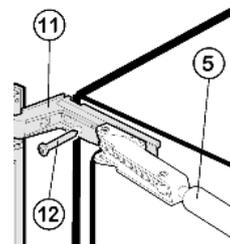

Fig. 15
► Piega di nuovo l'ammortizzatore di chiusura Fig. 15 (5) in modo che la vite Fig. 15 (12) si possa avvitare. Serrare fermamente la vite a 4 Nm.